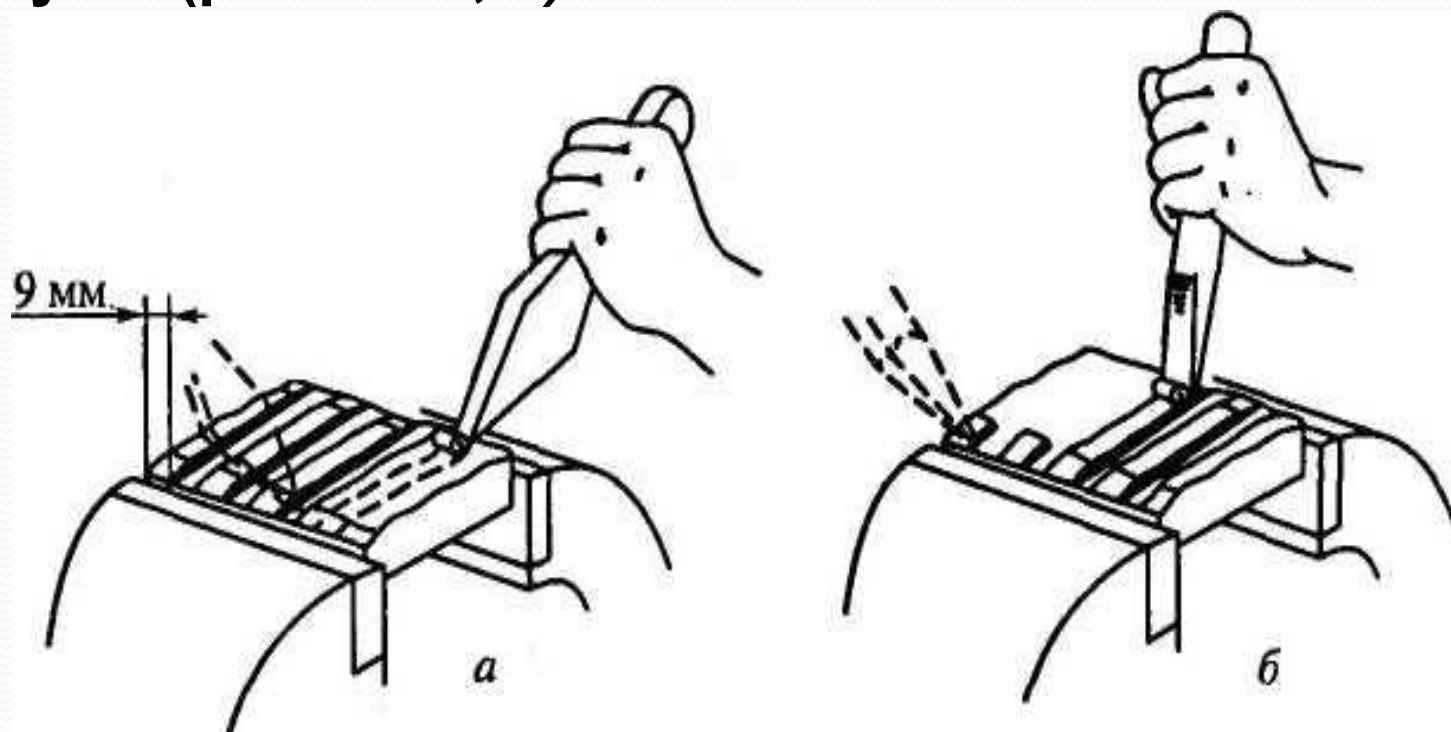

Рис. 2.28. Срубание материала с широкой поверхности:
3. При срубании слоя металла на широкой поверхности детали сначала при помощи крейцмейселя прорубить канавки глубиной 1,5...2,0 мм по всей поверхности детали (рис. 2.28, а), затем зубилом срубить оставшиеся выступы (рис. 2.28, б).